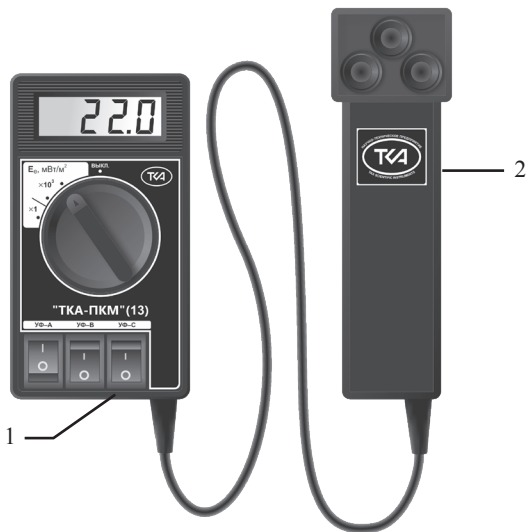

Рис.1. Внешний вид прибора “TKA-ПКМ”(13)
5.1. Приборы комбинированные выпускаются в компактном портативном исполнении. Конструктивно прибор состоит из двух функциональных блоков: фотометрической головки и блока обработки сигнала, связанных между собой гибким многожильным кабелем (рис. 1).